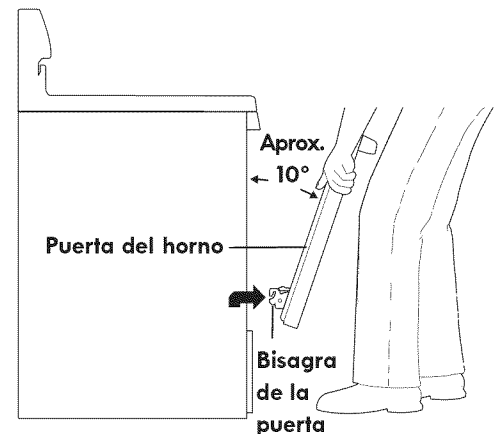

Figura 3
3. Sostenga firmemente ambos lados de la puerta del horno en sus costados (no use la manija de la puerta; figura 3).
1. Sostenga firmemente ambos lados de la puerta del horno en sus costados (no use la manija de la puerta; figura 3).